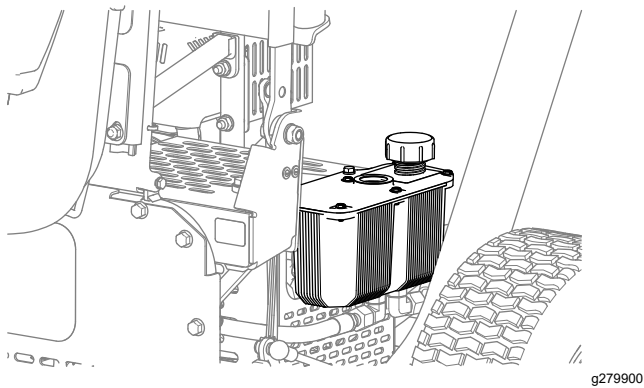

Bild 39
2. Nehmen Sie den Deckel des Hydraulikbehälters ab (Bild 39).
4. Schrauben Sie den Behälterdeckel wieder auf (Bild 39).